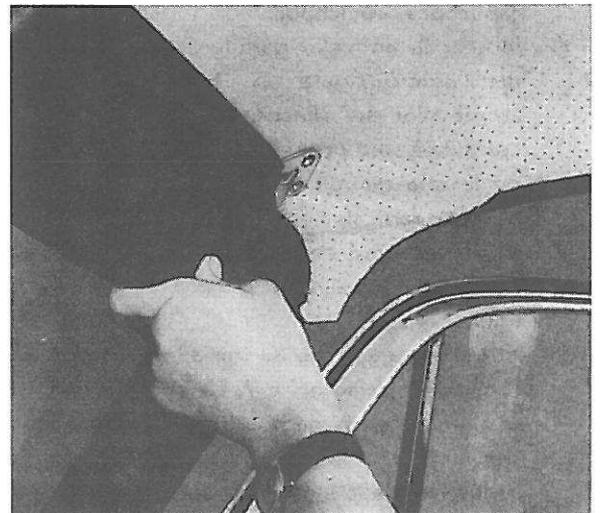

Figure 71. Remontage du pare-soleil
6. Remonter le plafonnier, les pare-soleil, le rétroviseur et les enjoliveurs du pare-brise, figure 71.
10. Remontez les pare-soleil, figure 71.
11. Bien tendez la garniture sur les attaches le long du toit. Ceci se fait en prenant les nervures à tour de rôle et en commençant par la première nervure, ensuite la deuxième et ainsi de suite. Pousser la garniture **directement vers le haut** afin d'éviter la formation des plis devant le pare-brise et la lunette arrière. Ne pas tendre la garniture sur toute la longueur du toit, mais laisser un petit bout aux coins avant, figure 71.